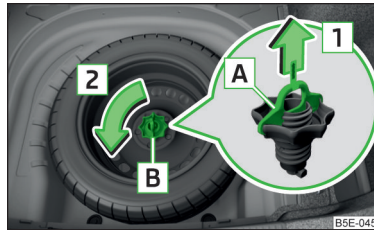

Fig. 329
La roue de secours se trouve dans une auge sous le revêtement du plancher du coffre à bagages et elle est fixée par un écrou spécial **B** » fig. 329.
- › Appuyez sur la poignée de déverrouillage **A** dans le sens de la flèche **1** » fig. 329.
- › Visser l'écrou **B** dans le sens opposé de la flèche **2** » fig. 329.